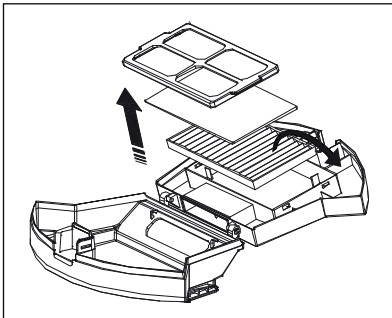

Fig. 10
- 4) Saisissez les deux languettes sur le filtre-tamis et retirez-le du compartiment du filtre EPA **7**. Tirez le filtre EPA **7** et le filtre mousse par la languette hors du compartiment (voir fig. 10).